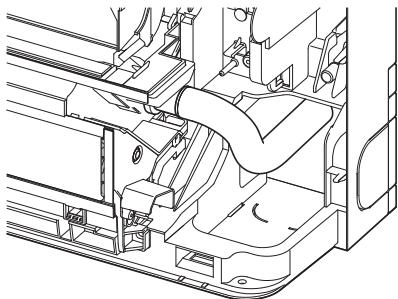

Fig. 5-4
- Insira a mangueira de drenagem completamente até à base do reservatório de drenagem. (Fig. 5-4)